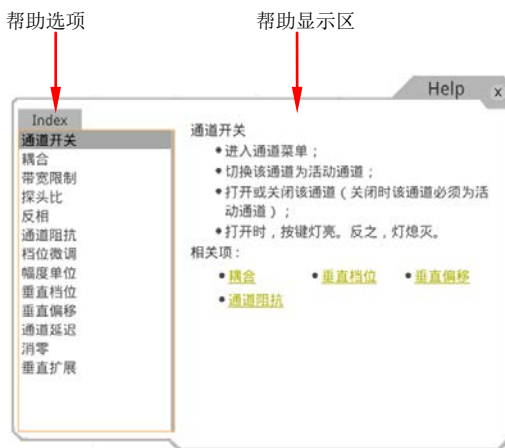

图 15 帮助信息
2. 按 **查看帮助** 键，屏幕弹出帮助界面，如图 15 所示。帮助界面主要分两部分，左边为“帮助选项”，右边为“帮助显示区”。